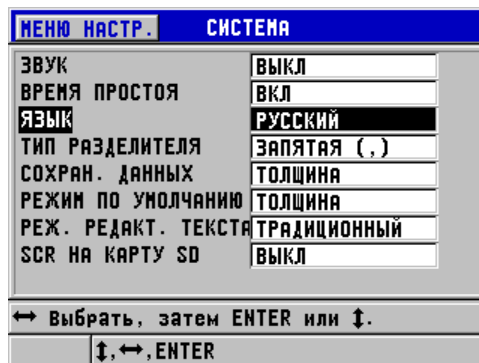

Рис. 4-1 Окно СИСТЕМА
2. В диалоговом окне **СИСТЕМА** (см. Рис. 4-1 на стр. 46):